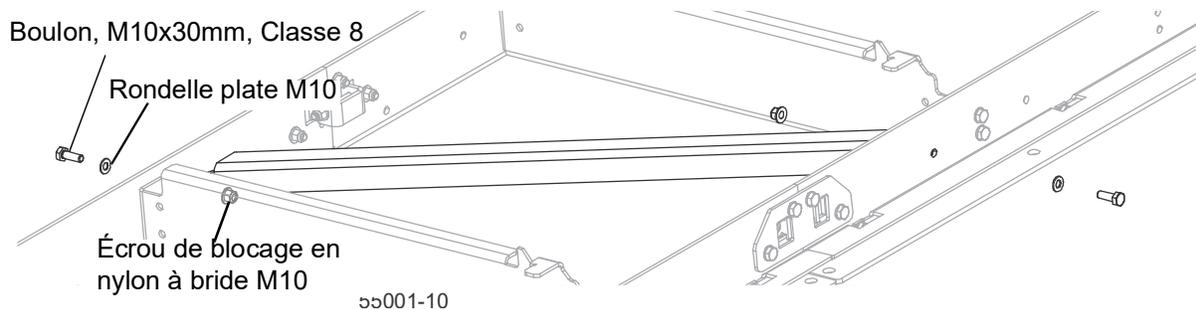

FIG. 3-4
- c. Installez l'attache en insérant d'abord l'encoche la plus grande ① et en inclinant ensuite l'attache vers le haut pour engager la petite encoche ②.
2. Montez les traverses en serrant les boulons M10x30mm. Voir Figure 3-4.